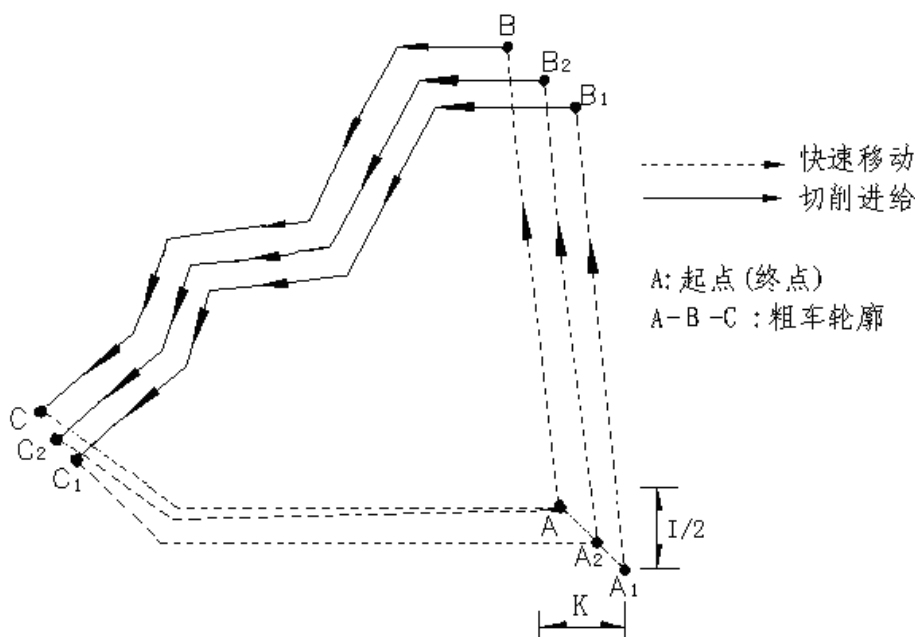

图 4-40 G73 指令运行轨迹
G73 的起点和终点相同，本指令适用于成型毛坯的粗车。G73 指令为非模态指令，指令轨迹如图 4-40。
I— 第一次粗车的 X 轴退刀量，有符号数，参考下图 4-40 中的 I。
K— 第一次粗车的 Z 轴退刀量，有符号数，参考下图 4-40 中的 K。
其中：X (U)、Z (W)、P、Q 描述了下图 4-40 中的 ABCA 封闭轨迹，即从 A 点快速定位到 B 点、然后执行 PQ 程序段到 C 点、然后快速回到 A 点。ABCA 实际上是最后一次粗车的轨迹。
下图 4-40 中的 I、K 描述了先要偏移 I 值、K 值再进行第一次粗车；即执行 $A_1B_1C_1A_2$ 轨迹。L 描述了从第一次粗车开始，总共要进行 L 层剥离，再进行最后一次粗车；每层剥离的吃刀量要均匀，即每层剥离量是 X 轴方向 I/L 、Z 轴方向 K/L ，由 $A_1B_1C_1$ 层，逐渐靠近 ABC 层。实际切削次数为 $L+1$ 次。
【指令执行过程】 如图 4-40。假设 $L=2$ 层。